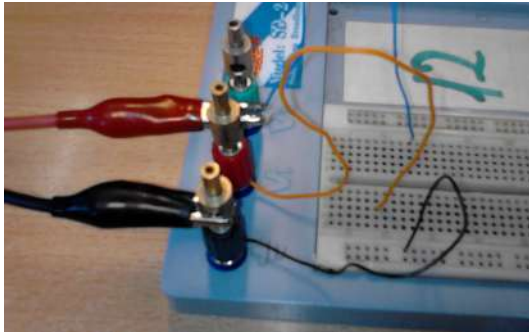
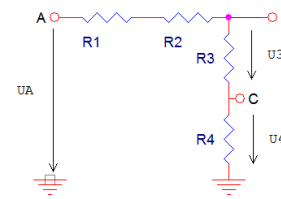

Figura 11: conectarea crocodililor la placa de test
Figura 16: Conectarea rezistenței adiționale
- cei 2 crocodili ai multimetrului numeric se conectează la 2 borne ale plăcii de test, ca în figura 11. Multimetrul se pune pe modul „continuitate” (folosind butonul 15 - Anexa C). Cele 2 fire deja conectate la șuruburi într-un capăt se folosesc pentru testele care urmează:
- se realizează divizorul din fig. 14a pe placa de test; se recomandă pentru conectarea la punctele notate A și B, folosirea firelor de la bornele cu șurub **V1**, **V2** și masă \equiv de pe placă (ca în figura 11), masa fiind comună, rezultând un montaj ca în fig. 15:
- se introduce $R_1 > 400\text{KΩ}$ între crocodilii roșii ai cablurilor conectate la generator și osciloscop (figura 16), (inseriată între generator și osciloscop; crocodilii negri rămân conectați împreună) obținându-se schema echivalentă din figura 11. În acest moment osciloscopul „vede” tensiunea U_B , redusă față de tensiunea aplicată U_A datorită efectului divizorului.